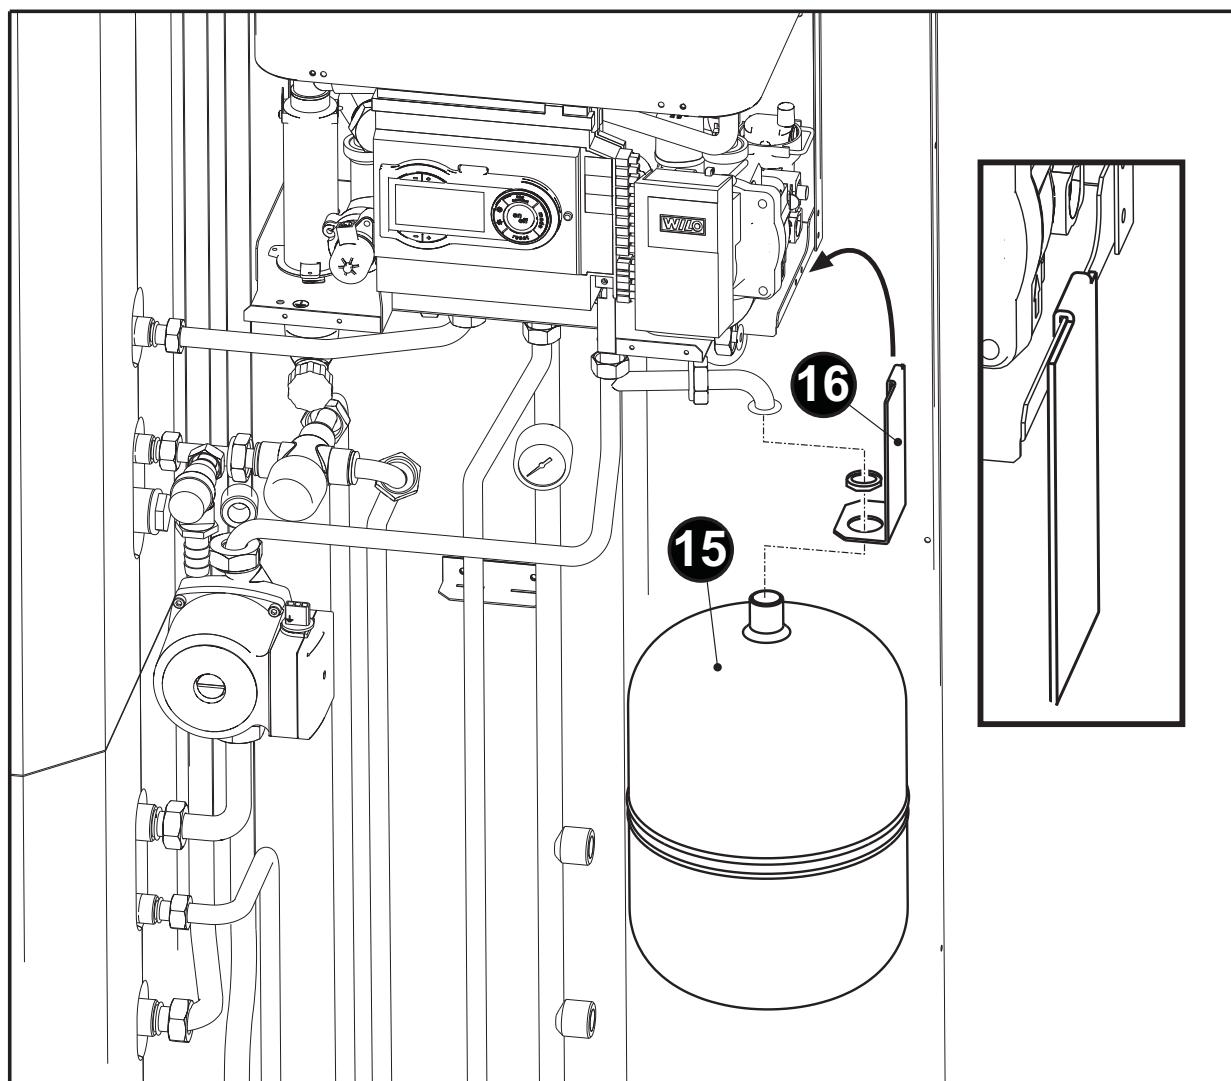

fig. 41
- Agganciare la “staffa - 16” alla caldaia come mostrato nel riquadro di fig. 41